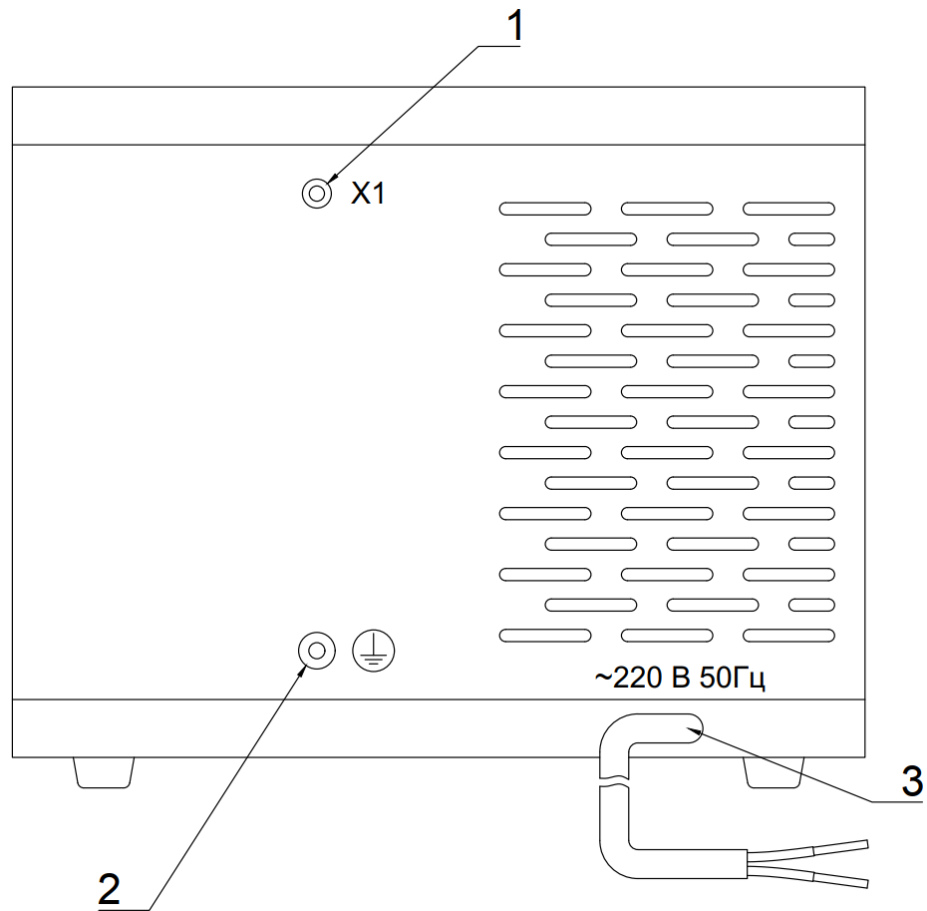

Рис. 2. Левая боковая панель Комплекта СИНУС-Т 3600А
4.3.2. На левой боковой панели пульта управления (СИНУС-Т 3600А) (рис.2) находятся:
Внешний вид дисплея представлен на рис.2.